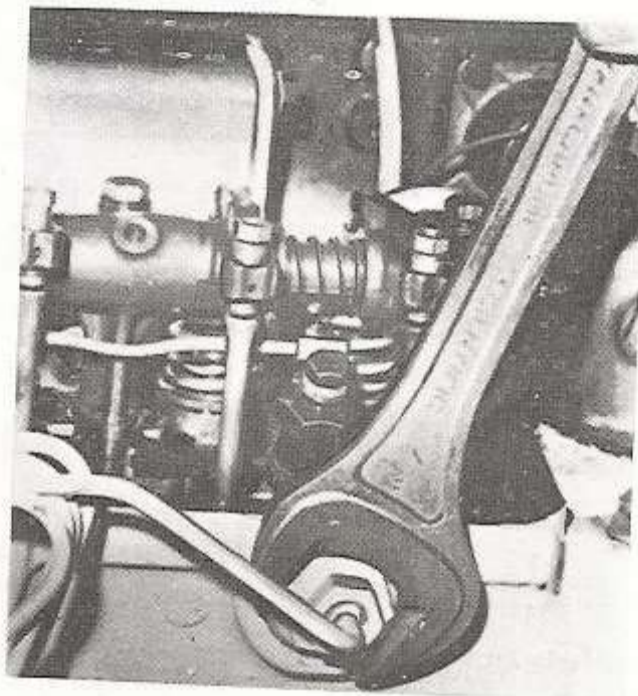

fig 2
- c) Desserrer le presse étoupe faisant étanchéité d'huile sur la culasse (fig. 2).